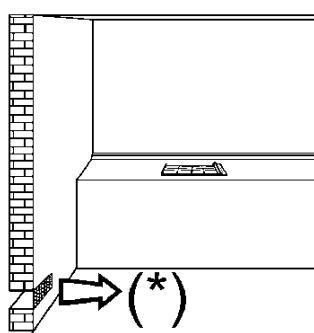
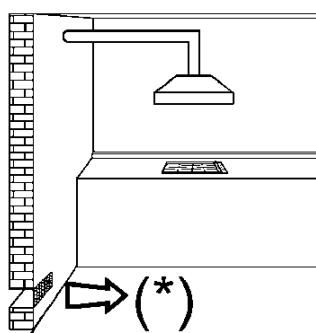
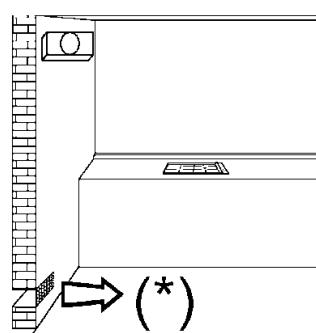

FIG. 3
FIG. 4
FIG. 5
- a utilização dum aparelho de cozinhar a gás produz calor e humidade no local onde está instalado, portanto, é necessário garantir uma boa ventilação do local, mantendo as aberturas da ventilação natural desobstruídas (fig. 3) e activando o dispositivo de ventilação mecânico (ver. fig. 4 e fig. 5).
Para que o aparelho funcione correctamente, é indispensável que o local de instalação seja permanentemente ventilado. A quantidade de ar necessária é a exigida pela combustão regular do gás e pela ventilação do local, cujo volume não poderá ser inferior a 20 m3. O ar deve entrar naturalmente por via directa através de aberturas permanentes, que atravessam a parede do local a ventilar, alcançando o lado exterior com uma secção mínima de 100 cm2 (veja fig. 3).
Os aparelhos para cozinhar a gás devem sempre libertar os produtos da combustão por meio de exaustão ligada a chaminés ou directamente ao exterior (veja fig. 4). Caso não exista a possibilidade de aplicação de exaustão, admite-se o uso de um ventilador eléctrico instalado na janela ou numa parede que dê para o exterior, o qual deverá funcionar junto com o aparelho (veja fig. 5), desde que a Norma em vigor em matéria de ventilação seja respeitadas.